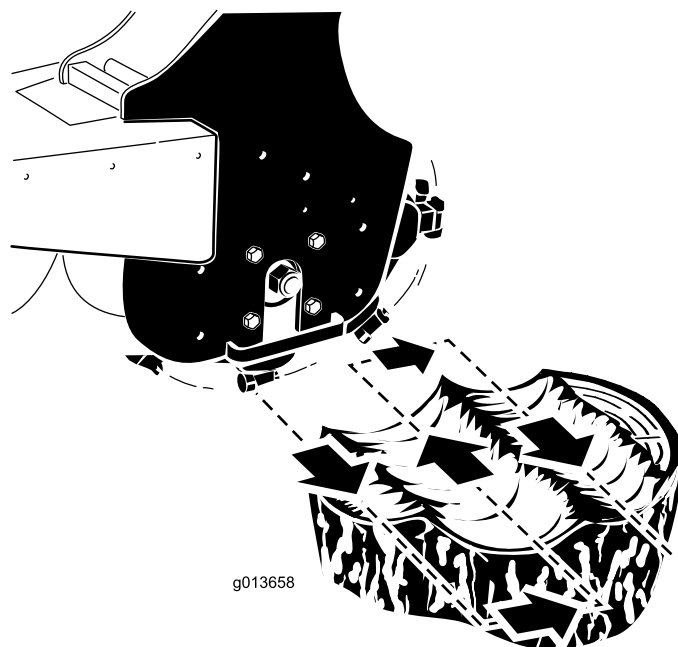

Figure 12
4. Placez la broyeuse sur le côté gauche et derrière la souche (Figure 12).
5. Déplacez la broyeuse dans votre direction à l'aide du levier de basculement ; vous pouvez alors travailler à une profondeur de 0,5 à 5 cm selon la dureté du bois (Figure 12).
6. Éloignez la broyeuse (Figure 12), abaissez-la de 0,5 à 5 cm, puis répétez les opérations 4 à 6 jusqu'à ce que vous ayez broyé la souche sur quelques centimètres.
8. Déplacez la broyeuse vers la droite (Figure 12).